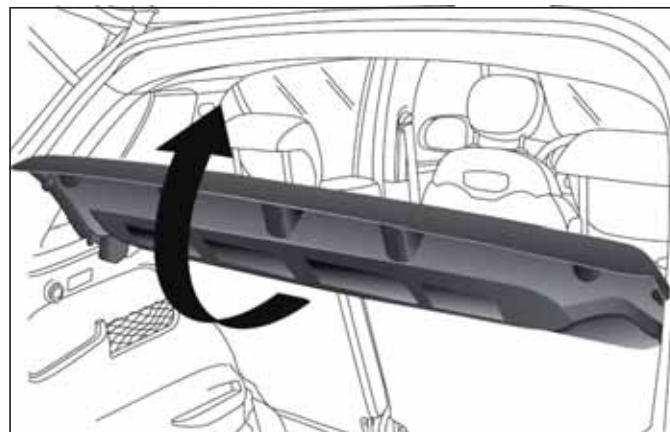

fig. 84
- ☐ levantar la parte trasera de la bandeja de la manera indicada en fig. 84;